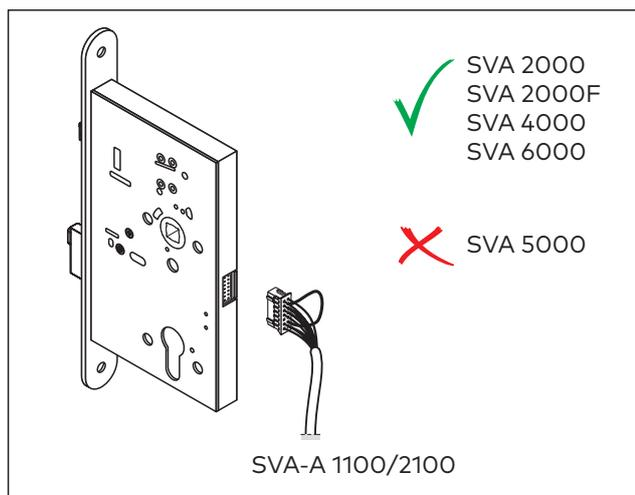

Abb. 21 Kabel anschließen
2. Das Kabel anschließen (Abb. 21).